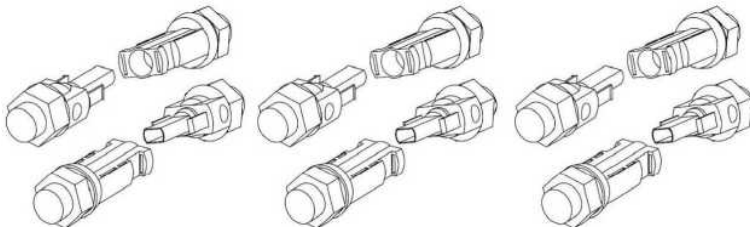

Рис. 2.15. З'єднувачі постійного струму, під'єднані до плюсового і мінусового входів на гібридному
4. Нарешті, вставте з'єднувачі для під'єднання фотоелектричного модуля в плюсовий і мінусовий входи гібридного інвертора (див. рис. 2.15).